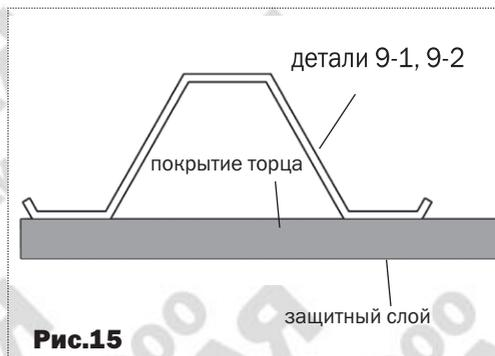
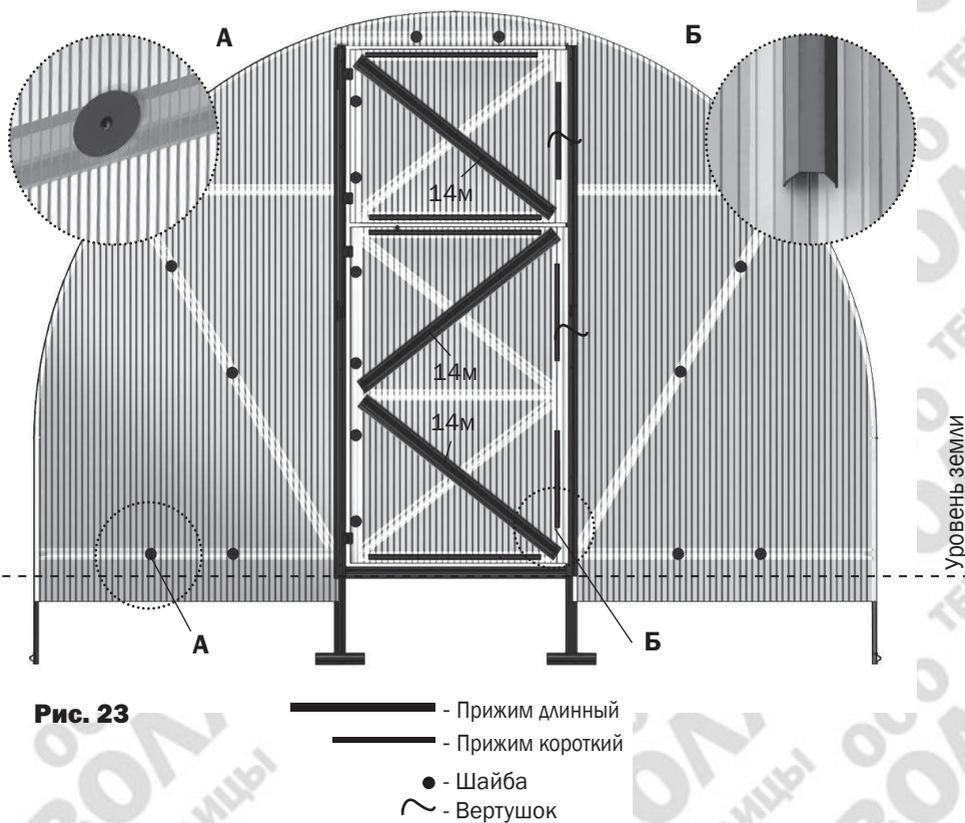

Рис.15
Рис. 23
- Установите боковые куски покрытия торца в соответствии с **рис.15**. Придерживая кусок покрытия, закрепите его винтами с шайбами по деталям **11** и **8** (**рис.23**). Отверстия для винтов выполняются сверлом диаметром 4 мм изнутри теплицы через готовые отверстия в деталях каркаса.
- Закрепите куски покрытия на форточке и двери прижимами и шайбами (**рис.23**), предварительно закрыв соты (оклеив их скотчем). По сторонам, противоположным петлям покрытие должно выступать за каркас на 15 мм (**рис.22**). Профили уплотнительные устанавливаются по контуру дверей и форточек в соответствии с рисунками **19...22**.
6. Шайбы и прижимы на торце устанавливаются в соответствии с **рис.23**.
Покровие, закрепляется винтами с шайбами в соответствии с рис. 23а. В некоторых деталях остаются свободные отверстия, по ним винты с шайбами не устанавливать!
Рис. 23а